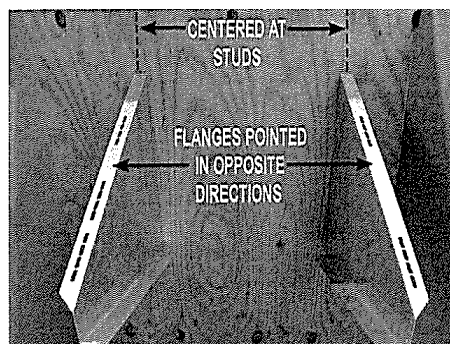

Figura 12
- 1- Después de realizar el agujero en la pared e identificado el lugar donde se instalarán los soportes, centrar los mismos en las marcas hechas a tal fin. Posicionar los soportes de tal manera que las perforaciones se encuentren en direcciones opuestas (Figura 12).